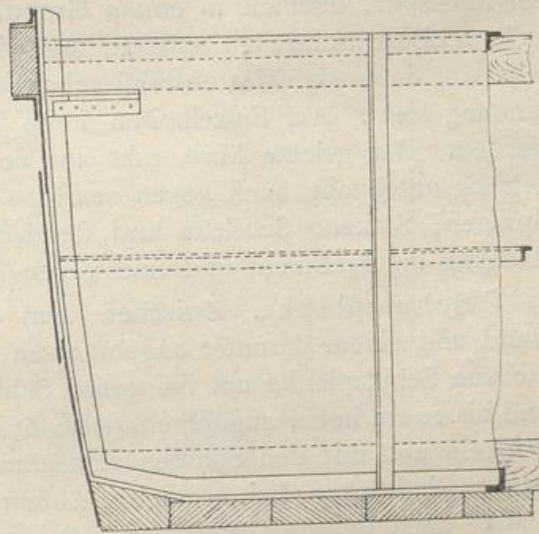
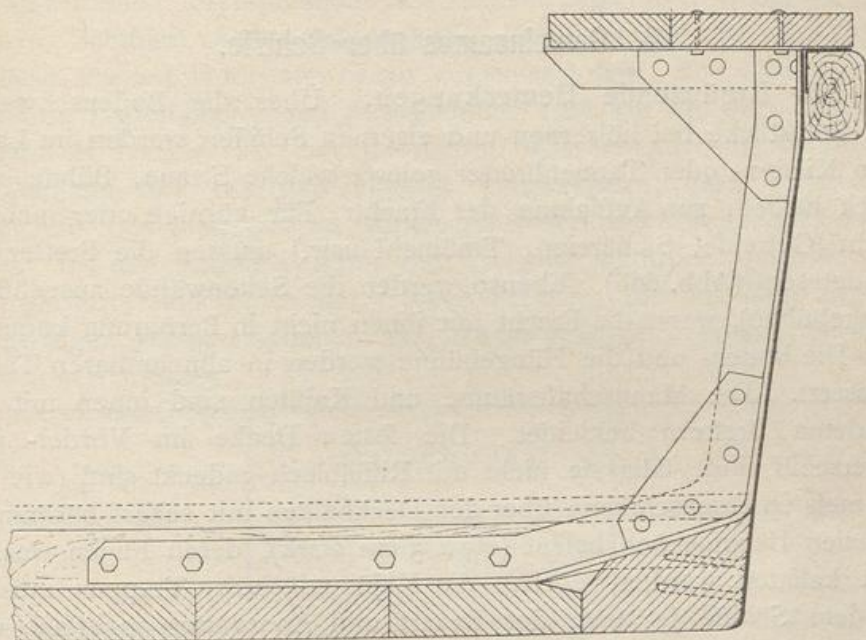

Abb. 674.
Abb. 676.
Verbindung der Seitenblechwand mit dem Holzboden. Als Kimmplanke des Bodens wird ein etwa 18 cm hohes, 25 bis 30 cm breites Eichenholz, die Bruhne, angebolzt (Abb. 674), die trapezförmig bis auf Bodendicke abgearbeitet ist. Mit den Bodenschwellen und den wagerechten Schenkeln der Spantenwinkel wird die Bruhne durch Bolzenschrauben, mit der benachbarten Bodenplanke durch Spitzbolzen mit versenktem Kopf verbunden. An die Bruhne wird die Blechplatte des unteren Seitenganges durch Holzschrauben, zwei übereinander, meistens mit versenkten Köpfen, von außen angeschraubt. Zwischen Bruhne und dem Blech werden öfters getränkte Leinwand- oder Filzstreifen zur Erhöhung der Dichtheit eingebracht. (Siehe auch Abb. 676.)
Schottwände und Duchten. Die Schottwände bestehen aus Eisenblech, das mit senkrechten und wagerechten Winkeleisen versteift ist (Abb. 674). Die Ducht ist dabei entweder von Holz und mit der Schottwand mittels Winkeleisen verbunden und mit wagerechten
**Schutzplanke.** Zwischen dem oberen Saumwinkel der Bordwand und einem darunter angebrachten starken Winkeleisen wird eine eichene Schutzplanke um die ganze Schiffswandung, etwa 10 cm breit und bis 20 cm hoch, angebracht (Abb. 674). Sie wird mit diesen beiden Winkeln und mit den Spanten verschraubt und sichert den Oberbord gegen Eindrücken bei etwaigem Anfahren. Man nennt diese Schutzplanke auch Bergholz, Reibholz, Scheuerleiste.
**15. Baggerprahme mit Eisenwänden und Holzboden.** Bezüglich der Baggerprahme im allgemeinen wird auf die Ausführungen S. 514 Bezug genommen. Zu den eisernen Prahmen mit Holzboden wird ergänzend folgendes bemerkt. Die Wände bestehen aus 5 mm starkem Eisenblech. Sie werden mit der Kimmplanke des Bodens durch verzinkte Holzschrauben verbunden (Abb. 676). An die Spanten wird die Blechwand genietet (die Niete sind nicht gezeichnet). Die